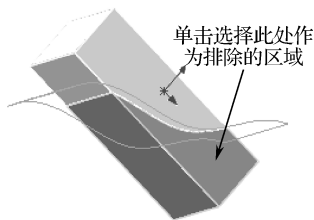

图 6-172 选择的对象
- 04 选择图中的长方体和曲面，然后单击属性管理器中的“相交”按钮，属性管理器出现“要排除的区域”选项组，选择如图 6-172 所示的区域作为排除的区域。